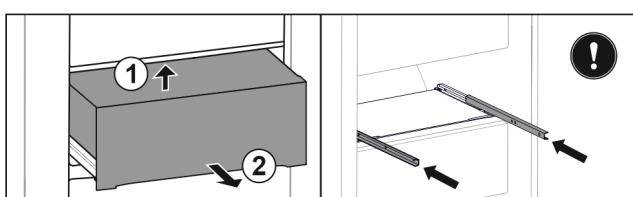

Fig. 159
- Predal dvignite od spodaj proti zadnji strani. Fig. 159 (1)
- Predal vzemite ven v smeri naprej. Fig. 159 (2)